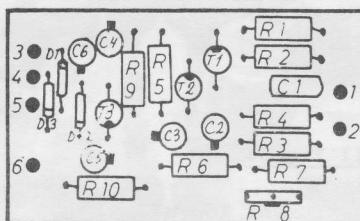

FIG. 2.
1. Først monteres modstandene R1 til R10, se Fig.2 under montagen.
4. Kondensator C1 monteres efter Fig.2.
5. Elektrolytkondensatorerne C2 til C6 monteres, således at den sorte firkant på Fig.2 er minus, og passer med studsen på kondensatorerne.
6. Transistorerne T1, T2 og T3 monteres, således at den røde prik vender den samme vej som den sorte prik på Fig.2.